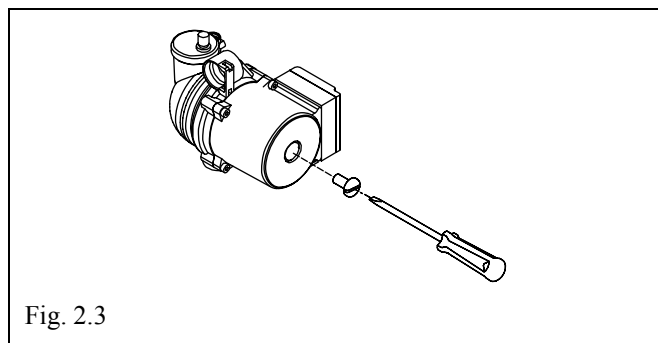

Fig. 2.3
- Il circolatore ruoti liberamente; svitare la vite di ispezione e verificare con un cacciavite piatto che l'albero del rotore si muova senza impedimenti (FIG. 2.3).